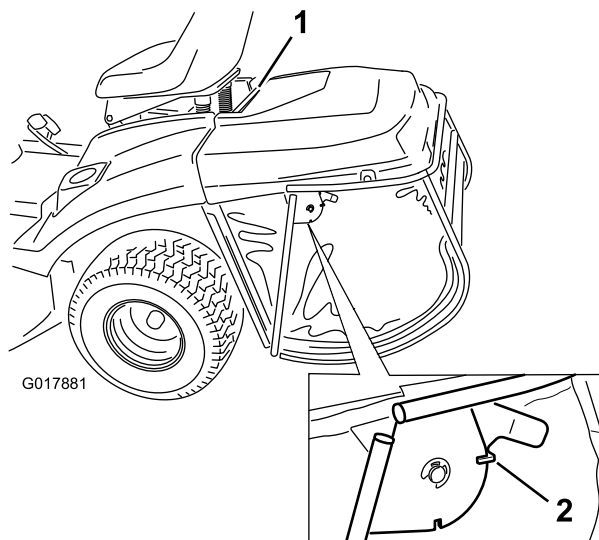

Bild 37
1. Arretieren Sie den Sperrriegel am Heckfangsystem (Bild 37).